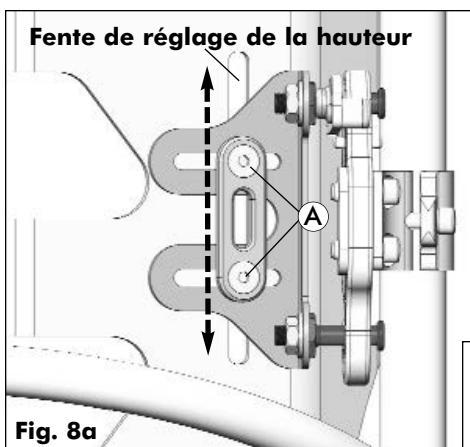
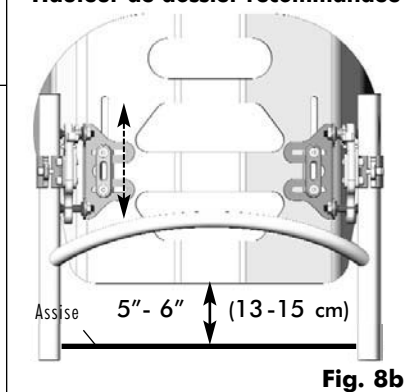

Fig. 8a
Fig. 8b
- 3 **Réglage de la hauteur MX2 :** la hauteur du dossier MX2 peut être réglée selon les besoins, via la glissière à fente de la coquille du dossier MX2 (reportez-vous à la Fig. 8a). La hauteur de dossier recommandée* est d'environ 5"-6" (13-15 cm) à partir du sommet de l'assise (coussin d'assise ou plateau d'assise ; reportez-vous à la Fig. 8b).
- 4 En procédant sur un côté à la fois, desserrez le matériel de support de montage (A) et faites glisser la coquille du dossier MX2 vers le haut/bas jusqu'à atteindre la hauteur souhaitée du dossier. **REMARQUE :** la plage de réglage de la hauteur du dossier MX2 varie en fonction de la hauteur (longueur de la fente) sur la coquille du dossier MX2 ; reportez-vous au Tableau 1.0 :